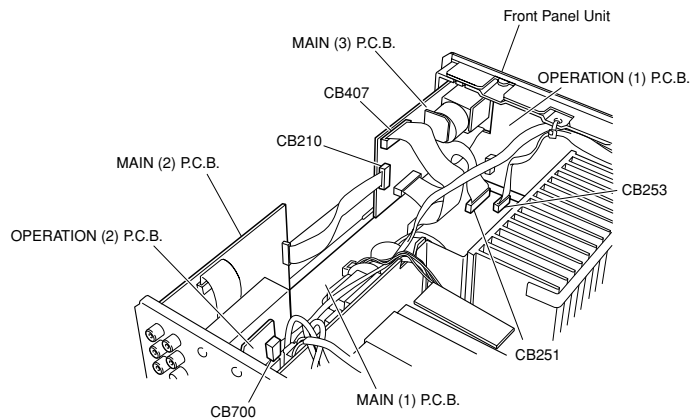

Fig. 2
- a. Disconnect 5 connectors (CB251, CB253, CB210, CB407, CB700) in Fig. 2.
- a. コネクター(CB251、CB253、CB210、CB407、CB700)からケーブルを外します。(Fig. 2)